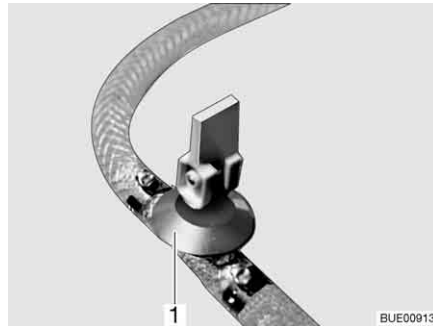
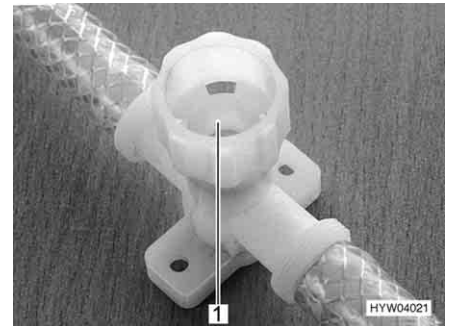

Bild 171 Ablasshahn (mit Kipphebel)
Bild 172 Ablasshahn (mit Drehkappe)
- Alle Ablasshähne schließen. Dazu den Kipphebel des Ablasshahns (Bild 171,1) waagrecht stellen oder die Kappe des Ablasshahns (Bild 172,1) im Uhrzeigersinn drehen.